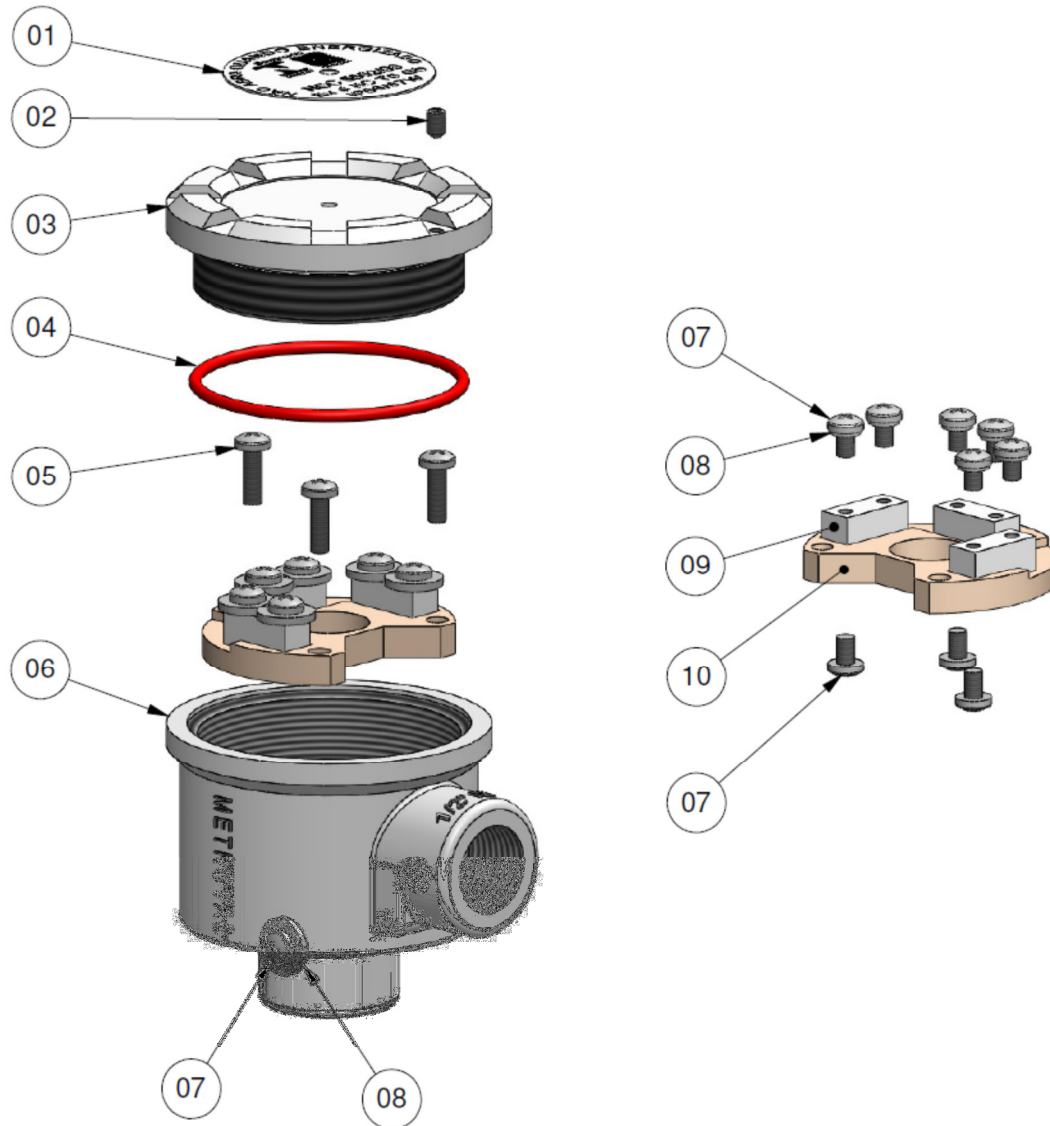

Figura 1 - Desenho explodido da Caixa de Passagem CF8M
É necessário abrir a tampa para ter acesso aos blocos terminais. Após conectar os cabos, é necessário recolocar a tampa. Certifique-se de que ao fechar a caixa de passagem, a tampa seja fechada corretamente. Para isso, feche a tampa até o anel O'ring encostar na caixa. Em seguida, dê mais um aperto manual (aproximadamente 1/4 de volta) para garantir a vedação. Após isto, aperte o parafuso allen sem cabeça M4 (item 2 da figura 1) para garantir que a tampa não se solte com vibrações ou algo do tipo.